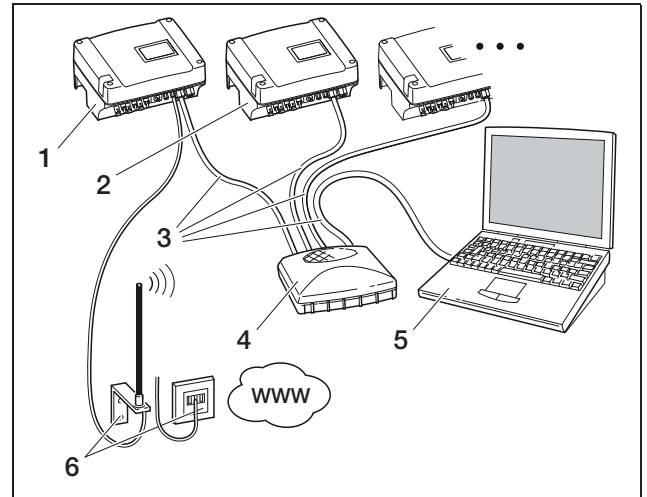

Figure 75: Carte de communication I : configuration du réseau avec Auto-IP (● Auto-IP / DHCP, □ routeur externe)
- vous exploitez un réseau local (Ethernet) avec des adresses IP fixes et vous voulez intégrer l'onduleur dans le réseau (figure 75 ou 76).